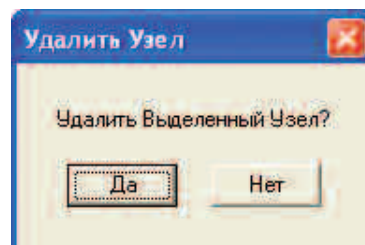

Рис. 43
- Подтвердить намерение удалить выбранный узел нажатием на кнопку **ОК** в диалоге (рис. 43).